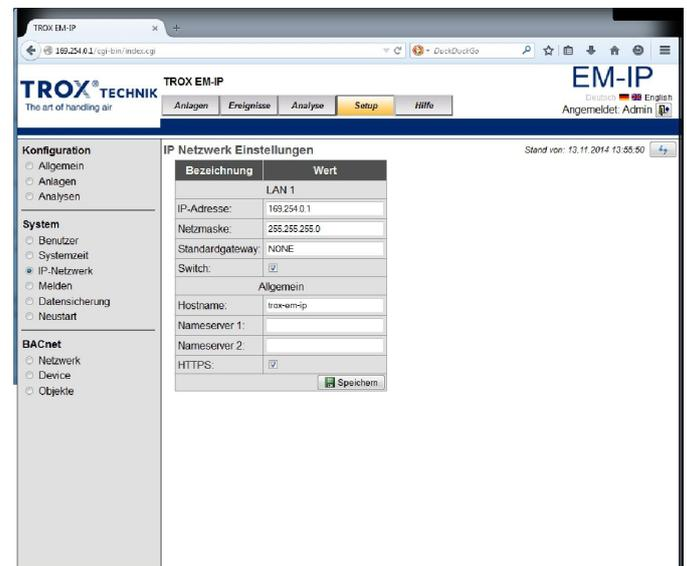

Abb. 31: IP-Netzwerk Einstellung
- ⇒ Das Menü „IP-Netzwerk Einstellung“ (Abb. 31) wird geöffnet.